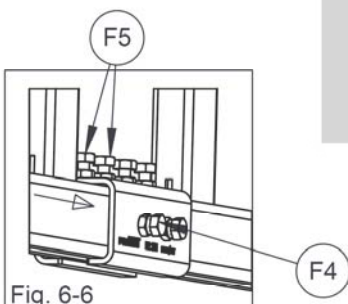

Fig. 6-6
6.3.3 Deslice el extremo del lado del carril dentro del conector de carril HR301 (fig. 6-6).